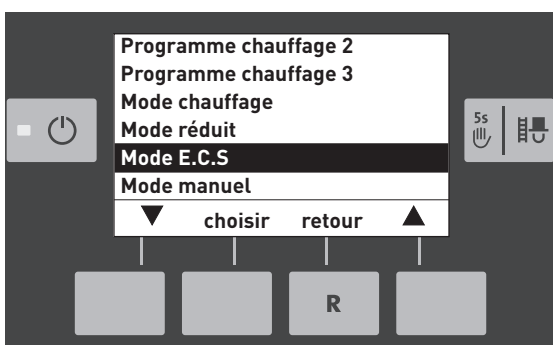

Fig. 27
- ▶ Sélectionner « Mode E.C.S » – Fig. 27.